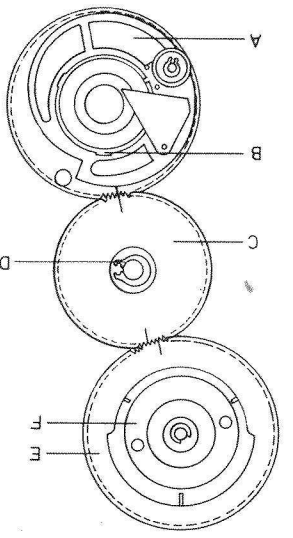

Fig. 3
7. Remplacement des roues dentées du servo-engrenage (Fig. 3)
7.3 Ajustage de l'embranchage avec limiteur de couple (Fig. 3)